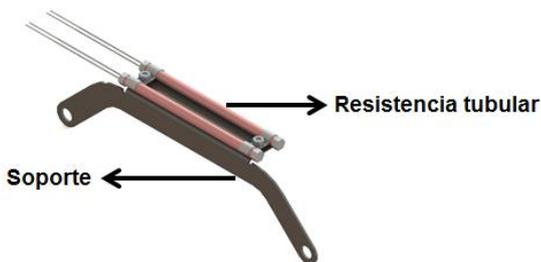
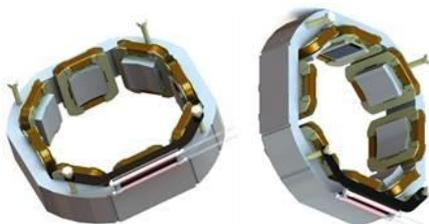

Figura 6.6: Soporte y resistencia tubular
Figura 6.7: Fijación de la resistencia tubular
5. Fijar el soporte de la resistencia de calentamiento con los tornillos del estator de la excitatriz, conforme es indicado en las Figura 6.6 y Figura 6.7.